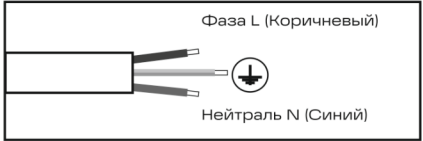

Рис. 5
- 5.14 Выполните электрическое подключение осветительного прибора согласно рис. 5.